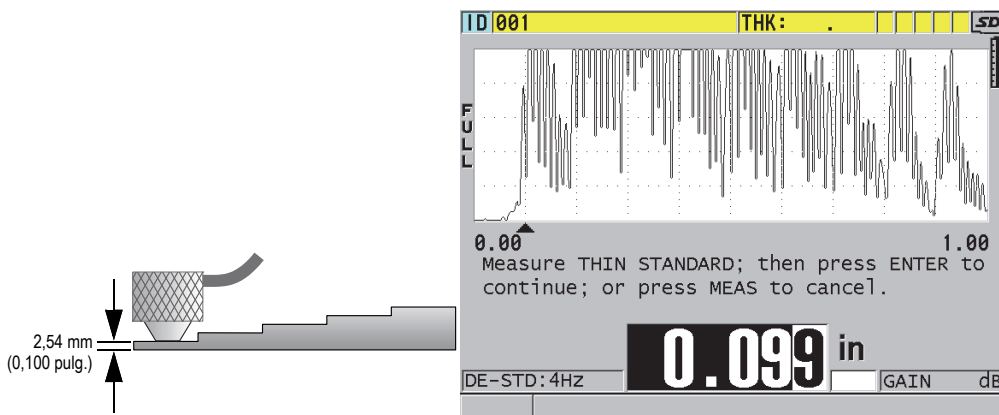

Figura 5-5 Calibración cero sobre el bloque de calibración de cinco espesores
2. Para efectuar una calibración cero (ver Figura 5-5 en la página 87):